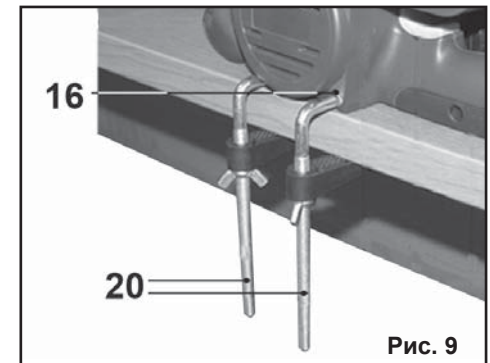

Рис. 9
7.8. Стационарная установка машины ЛМЭ-750/457 на верстаке (Рис.9).
(20), вставьте их в отверстия (16), зафиксируйте машину на верстаке так, как показано на Рис. 9.